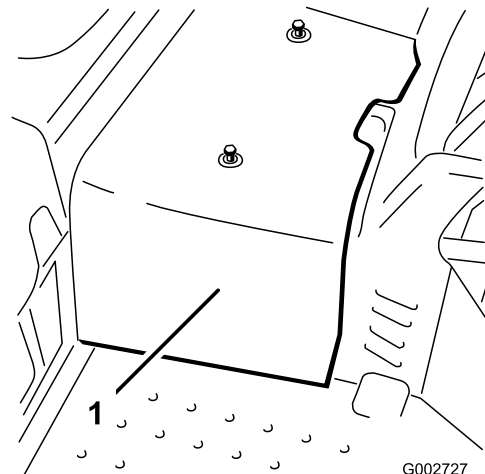

Bild 38
2. Nehmen Sie die zwei Schrauben ab, mit denen die mittlere Haube an der Maschine befestigt ist, und nehmen Sie die Haube ab (Bild 38).